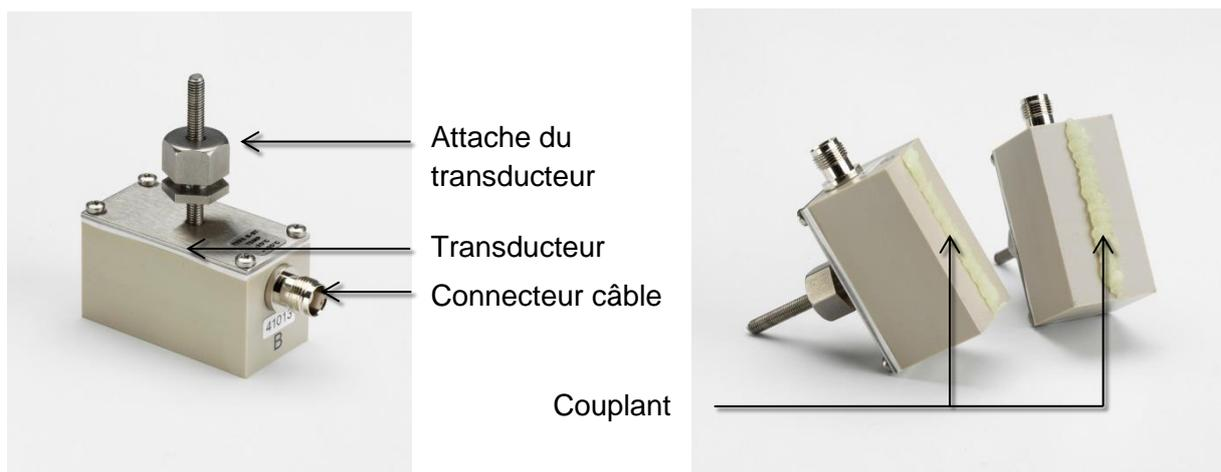

Figure 12 Composants du transducteur (à gauche) ; appliquer le couplant (à droite)
1. Resserrer chaque attache du transducteur dans le sens des aiguilles d'une montre jusqu'à ce qu'elle soit proche du transducteur (Figure 12, à gauche). Cela est nécessaire afin d'empêcher que le couplant acoustique ne touche la canalisation où le transducteur est inséré dans le rail de guidage, comme décrit ci-dessous.
2. Appliquer un bourrage de couplant acoustique à la base des deux transducteurs, grâce à une seringue d'application fournie (Figure 12, à droite).